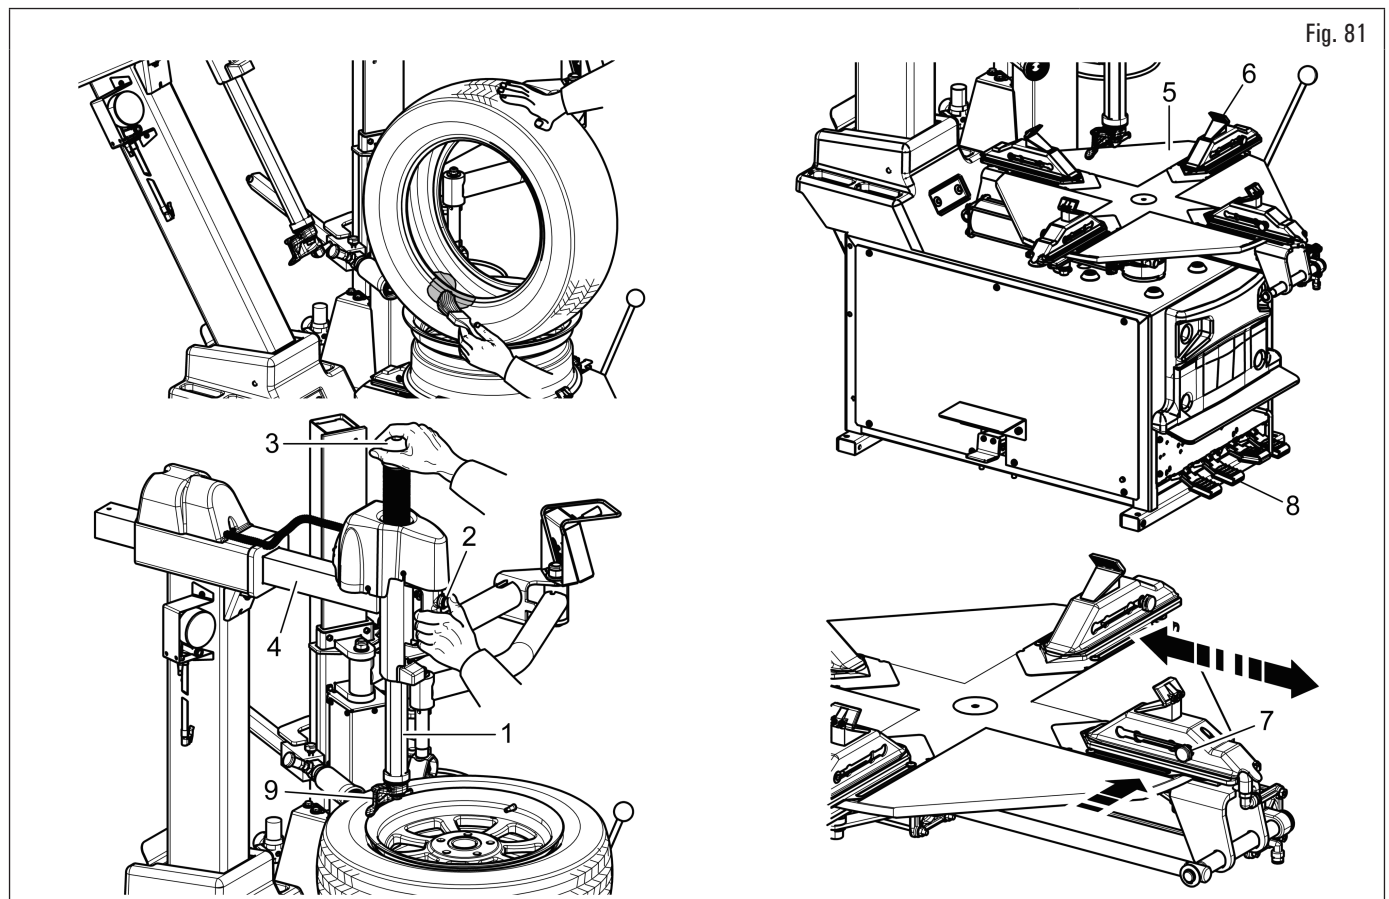

Fig. 81
1. lubrificare i fianchi dello pneumatico con una pasta per lubrificazione di pneumatici (come rappresentato in Fig. 81);
2. sbloccare l'albero esagonale (Fig. 81 rif. 1) tramite l'apposito pulsante posto sulla maniglia (Fig. 81 rif. 2) e portarlo a fine corsa verso l'alto (Fig. 81 rif. 3). Comandare il ribaltamento del braccio orizzontale (Fig. 81 rif. 4) tramite il relativo pedale;
Per un corretto bloccaggio posizionare la ruota al centro del piatto mandrino (Fig. 81 rif. 5). Controllare che la ruota venga bloccata dalle griffe (Fig. 81 rif. 6) in modo simmetrico.
1. posizionare le quattro griffe autocentranti, tramite l'apposito pulsante (Fig. 81 rif. 7), in corrispondenza del range di bloccaggio desiderato;
2. premendo il pedale (Fig. 81 rif. 8) in posizione intermedia, posizionare le 4 griffe di bloccaggio (Fig. 81 rif. 6), in modo che la tacca di riferimento, stampigliata sul mandrino, sia circa in corrispondenza del diametro dello pneumatico stampigliato sullo scorrevole;
3. appoggiare la ruota sul mandrino e, tenendo premuto il cerchione verso il basso, premere a fondo il pedale (Fig. 81 rif. 8) per bloccare la ruota.
3. portare il braccio operante (Fig. 81 rif. 4) in posizione di lavoro;
4. sbloccare l'albero esagonale (Fig. 81 rif. 1) e posizionare la testa utensile (Fig. 81 rif. 9) in appoggio in senso radiale e verticale sul cerchione e bloccarlo tramite il pulsante posto sulla maniglia (Fig. 81 rif. 2);